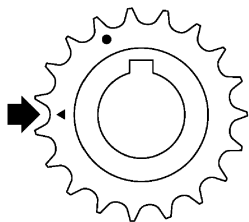

图 7-28 对齐曲轴链轮上标记
3) 使用专用工具(ST), 如图 7-28 所示, 将曲轴链轮上的“Top mark”(上标记)对准 9